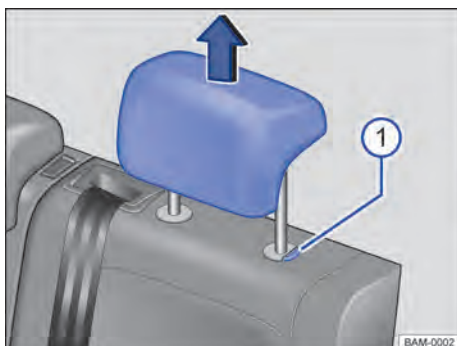

Fig. 66 Apoios para cabeça traseiros: desinstalar.
- Retirar o apoio para cabeça com o botão → Fig. 66  pressionado.
- Empurrar o apoio para cabeça para baixo com o botão → Fig. 66  pressionado.